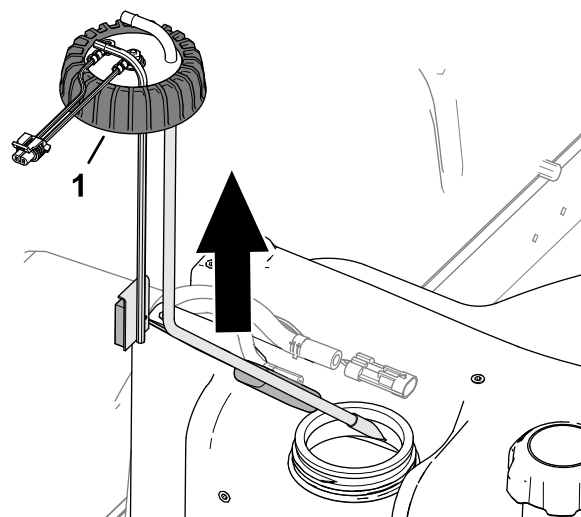

**Figura 89**
4. Deplasați clemele care fixează furtunurile pe fittingurile părții interioare a transmițătorului pentru combustibil și îndepărtați furtunurile de fittinguri (Figura 89).